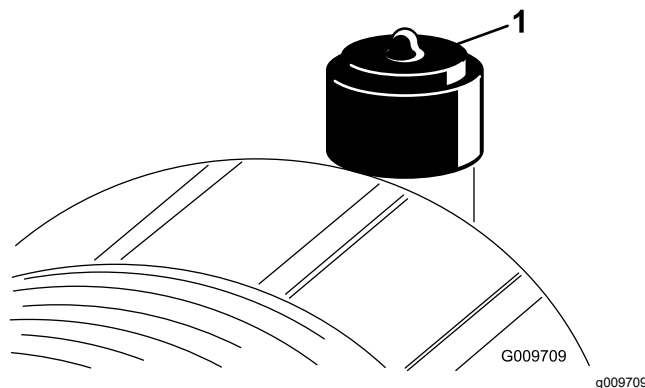

Figura 91
Revise el filtro del limpiador de aire únicamente cuando el indicador de mantenimiento (Figura 91) lo requiera. El cambiar el filtro antes de que sea necesario sólo aumenta la posibilidad de que entre suciedad en el motor al retirar el filtro.
2. Reinicie el indicador (Figura 91) si se ve rojo.